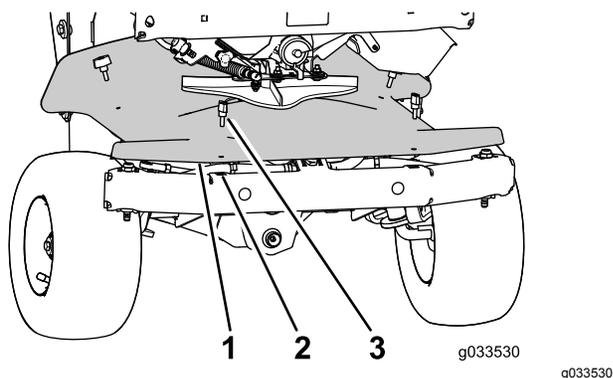

Figure 82
- A. Retirez les 4 vis à oreilles qui fixent le couvercle avant (sous la turbine) au châssis et déposez le couvercle (Figure 82).